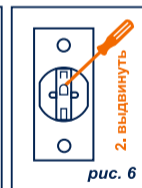
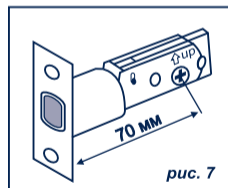

рис. 6
рис. 7
- 3.2. Не отпуская стержень, тонким предметом (отвертка, шило и т.п.) выдвинуть с торцевой стороны внутреннюю пластину с отверстиями *рис.6, рис.7*;